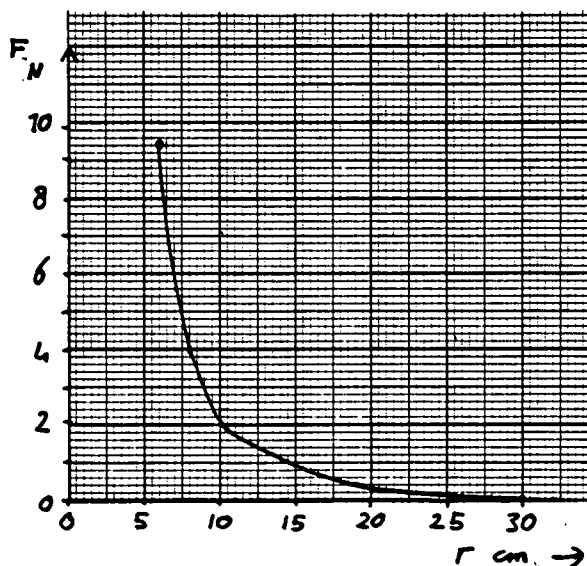

fig. 2. De grafiek van de afstotende kracht tussen de twee magneten en de afstand tussen de middelpunten.
- De afstotende kracht verricht voldoende arbeid om de magneet tijdig te stoppen. Ze heeft een grafiek (fig. 2) die deze afstotende kracht geeft, als functie van de afstand tussen de middens van de magneten.